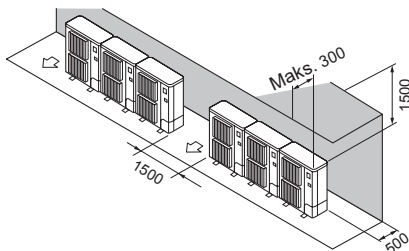

Fig. 2-14
- ② Kun forhindringer bagved og ovenover (Fig. 2-14)